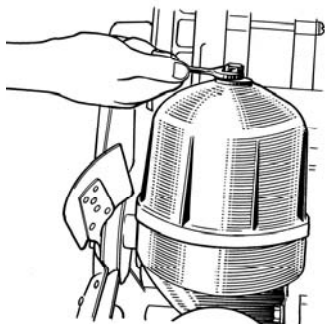

Рис. 55. Открывание гайки колпака
- 1 Отвернуть гайку колпака фильтра (рис. 55) и снять колпак.